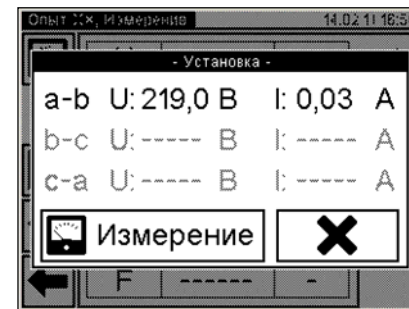

Рисунок 6.24
9) Запустить измерение, нажав на вкладку . На экране появится окно "Установка" с текущими значениями напряжения и тока в цепи (рисунок 6.24). Установить требуемое значение напряжения, контролируя его установку по показанию в окне. При необходимости процесс установки напряжения может быть прекращен нажатием кнопки .
10) После завершения установки напряжения нажать на кнопку  (рисунок 6.24) для запуска собственно измерения по данным фазам. На экране появится окно, демонстрирующее динамику измерения (рис. 6.25).